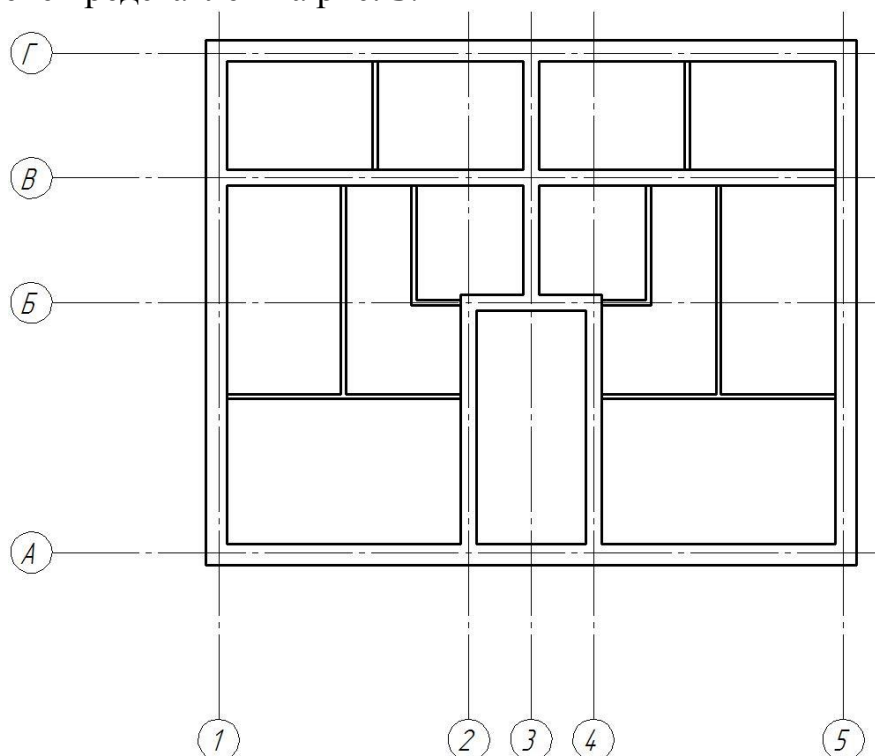

Рисунок 2 – Пример изображения стен на плане этажа
1.2 Наносим контуры наружных и внутренних капитальных стен здания и перегородок (рис. 2). Привязку стен к осям выполняем согласно варианту. Все конструктивные элементы, попавшие в сечение, показываем основной толстой линией. Линии контуров, не попадающие в плоскость сечения, выполняем сплошной тонкой линией. Стены в сечении не штрихуем. Показываем примыкание внутренних перегородок к наружным стенам.